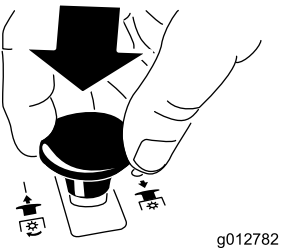

Figura 11
- Empurre o interruptor de controlo da lâmina (PTO) para baixo para a posição Off (Figura 11).